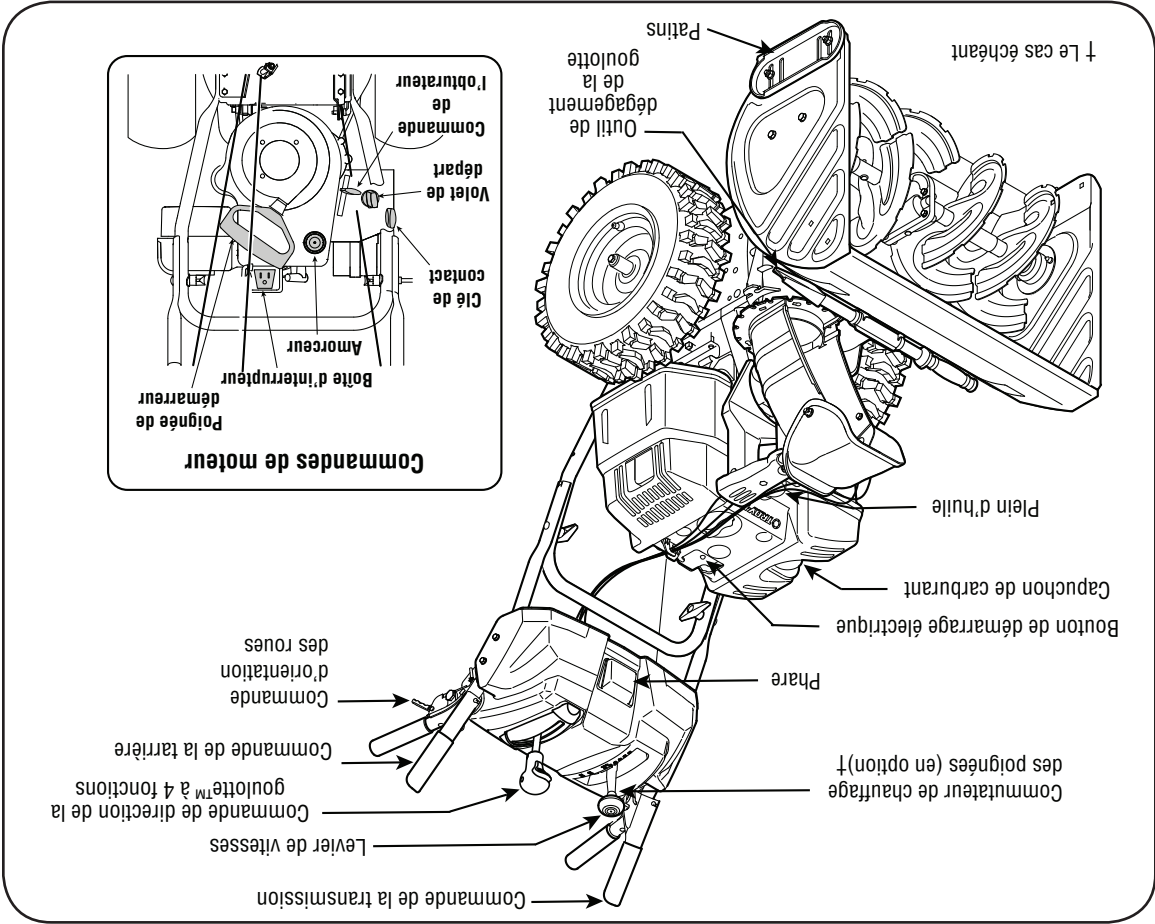

Figure 4-1
1. Avec l'obturateur à la position Fast (l'apin), placez le levier de changement de vitesse à l'une des six positions de marche avant (F) ou à l'une des deux positions de marche arrière (R). Choisissez la vitesse adaptée aux conditions présentes.
3. Pour tourner à droite ou à gauche, pressez la commande de direction des roues correspondante. Voir la Figure 4-1.
Maintenant que votre souffleuse est prête à travailler, il est temps de vous familiariser avec ses commandes et diverses caractéristiques, expliquées ci-dessous et représentées à la Figure 4-1. Vous pourrez ainsi bénéficier au maximum de votre nouvelle machine.